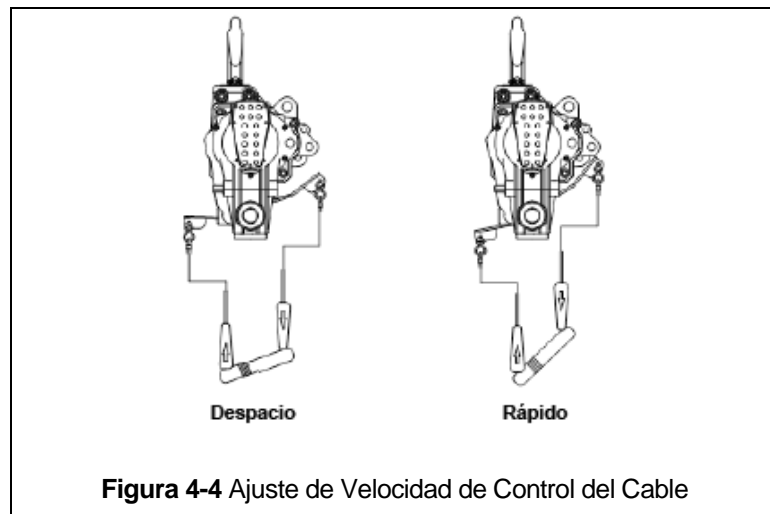

Figura 4-4 Ajuste de Velocidad de Control del Cable
- 4.4.2 Para el control del tipo de cable, ajuste la velocidad variando la cantidad de tracción del cable. Consulte la Figura 4-4.